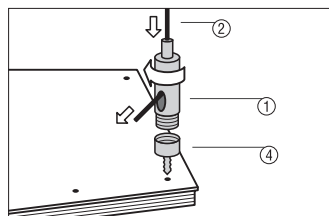
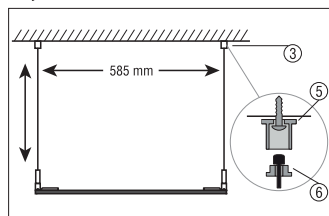

Рисунок 4.1
Рисунок 4.2
Подготовьте установочный комплект для подвешенного монтажа (в комплект не входит): фиксатор для троса – 4 шт. (верхняя часть (1), нижняя часть (4)), трос 1м – 4 шт. (2), держатель троса – 4 шт. (3). Установите 4 фиксатора троса по одному на каждый угол панели. Установите нижнюю часть фиксатора троса (4) на корпус панели с помощью винтов, как показано на *Рис. 4.1*. Соедините верхнюю часть фиксатора троса (1) с нижней (4). Вставьте трос в нижнюю часть держателя троса (6), *Рис. 4.2*. Нижний конец троса вставьте в фиксатор, предварительно нажав на стержень зажима, расположенный на конце фиксатора и протяните трос через верхнее отверстие фиксатора, *Рис. 4.2*. Пропустите трос через отверстие нижней части держателя и соедините обе части.
Подготовьте 4 отверстия в потолке на расстоянии 585мм между центрами. *Рис. 4.2*. Закрепите 4 верхние части держателя троса (5) на потолке при помощи саморезов.